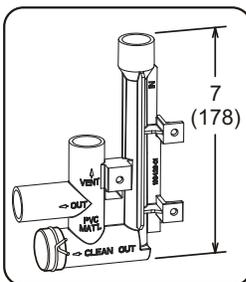

FIGURA 54
- 3 - Instale la tapa sobre la abertura de limpieza en la base de la trampa. Sujétela con una abrazadera. Ver la FIGURA 54.
- 4 - Instale la trampa de drenaje con los accesorios de PVC apropiados y aplique pegamento a todas las uniones. Aplique pegamento a la trampa de drenaje proporcionada como se muestra en la FIGURA 54. Dirija la línea de condensado a un drenaje abierto.